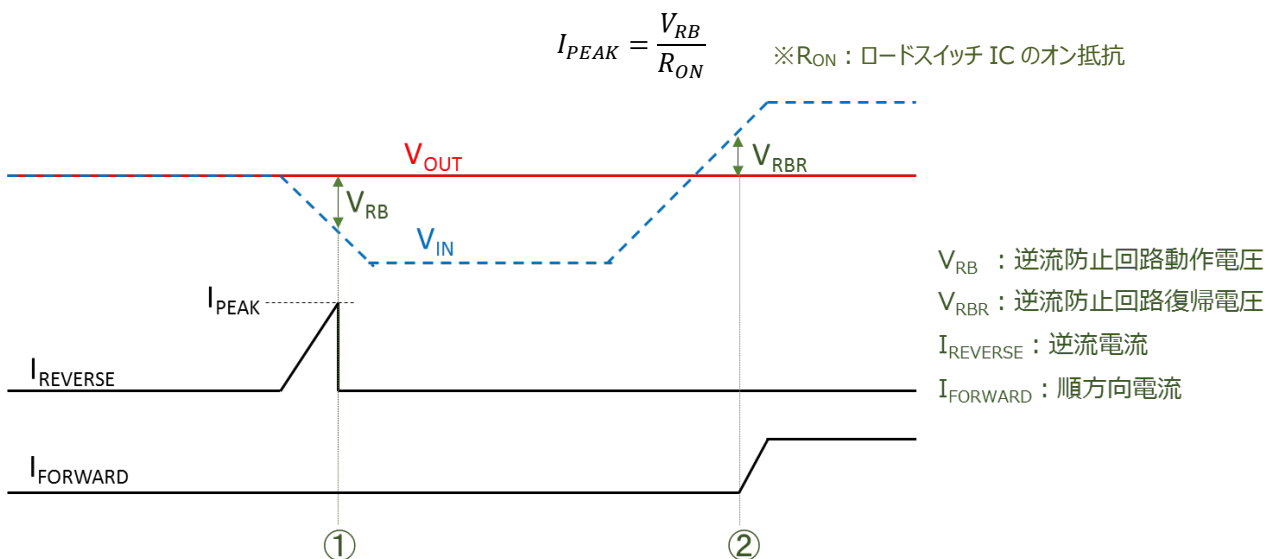

図 3.5.1 逆流防止回路の動作イメージ
3.4 項でロードスイッチ IC の逆流防止機能は一般的には IC が OFF している状態で働くと解説致しましたが、ロードスイッチ IC が ON/OFF 関わらず出力端子から入力端子への電流の逆流を防止する機能も存在しており、これを常時監視型逆流防止機能と呼びます。常時監視型逆流防止機能付きロードスイッチ IC は IC 内で入力電圧 (V_{IN}) と出力電圧 (V_{OUT}) を比較して、 $V_{OUT} > V_{IN}$ となったときに逆流防止回路が働きます。図 3.5.1 に詳しい逆流防止回路の動作のイメージを示します。 $V_{OUT} > V_{IN}$ となることで逆流電流 ($I_{REVERSE}$) が流れ始めますが、実際には図 3.5.1 中の①のタイミングのように V_{OUT} と V_{IN} の差が逆流防止回路動作電圧 (V_{RB}) になったときに逆流防止回路が働き、 $I_{REVERSE}$ を抑制しますので注意が必要です。また、逆流防止回路が働いている状態で V_{IN} を再び上げていき、②のタイミングのように V_{IN} が V_{OUT} より逆流防止回路復帰電圧 (V_{RBR}) 分大きくなると逆流防止回路が動作を止め、順方向電流 ($I_{FORWARD}$) が流れ始めるようになります。なお、逆流電流の最大値となる I_{PEAK} は下記式により算出することができます。